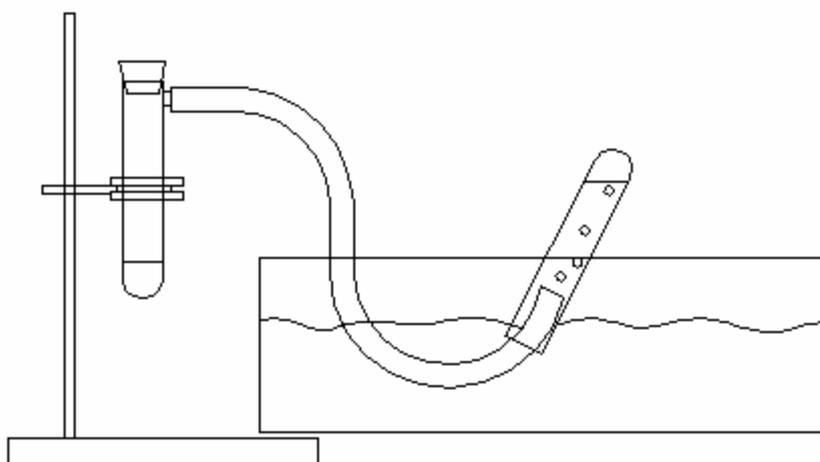

Figura 2
2. Por otro lado, coloca el trozo de manguera en el tubo de desprendimiento del tapón del tubo de ensaye (o en la salida del tubo Barber). Sostén este dispositivo en el soporte universal, utilizando la pinza de tres dedos (Figura 2).